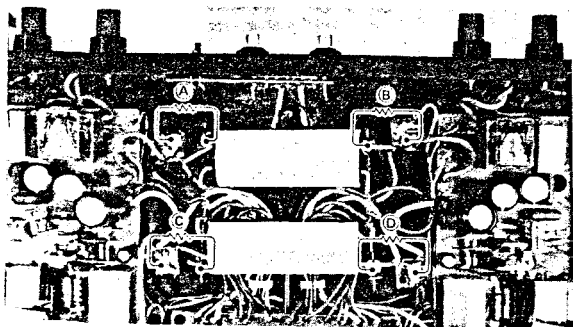

Fig. 6 Abb. 6
- (1) Be sure to observe the following for inspection and repair of PW Boards. Cut off the power supply, remove the bottom plate after removing the power cord, keep the resistors (approx. 10 ohms, 5W) in contact with positions (A), (B), (C), (D) of the power capacitors shown in Fig. 6 to discharge.
- (2) Do not touch the terminals of nearby parts with a DC voltmeter when connecting it for adjusting the idle current as malfunction may result. Handle the DC voltmeter carefully. Wind insulating tape around the screwdriver.
- (1) Bei Inspektions- und Reparaturarbeiten an den Leiterplatten die folgenden Punkte beachten:
Netzkabel abtrennen, Bodenplatte abnehmen und die Widerstände (ca. 10 Ohm, 5 W) in Kontakt mit den Positionen (A), (B), (C) und (D) der in Abb. 6 gezeigten Kondensatoren halten, um diese zu entladen.
- (2) Darauf achten, daß die Klemmen benachbarter Teile nicht mit den Anschlüssen des Gleichspannungsmessers berührt werden, wenn dieser für die Messung des Blindstromes angeschlossen wird, da es ansonsten zu Störungen kommen könnte. Den Gleichspannungsmesser vorsichtig behandeln. Isolationsband gegebenenfalls um den Schraubenzieher wickeln.
- (1) Suivre les instructions suivantes au moment d'effectuer des opérations d'inspection et des réparations sur les plaquettes à circuits imprimés.
Couper tout d'abord l'alimentation, déposer la plaque inférieure après avoir débranché le cordon secteur, maintenir les résistances (environ 10 ohms, 5W) en contact avec les positions (A), (B), (C) et (D) des condensateurs d'alimentation représentés sur la figure 6 pour les décharger.
- (2) Ne pas toucher les bornes proches des condensateurs avec les sondes d'un voltmètre à courant continu au moment du branchement pour le réglage du courant déwatté car ceci peut provoquer des détériorations. Manipuler délicatement le voltmètre à courant continu. Isoler la tige du tournevis.